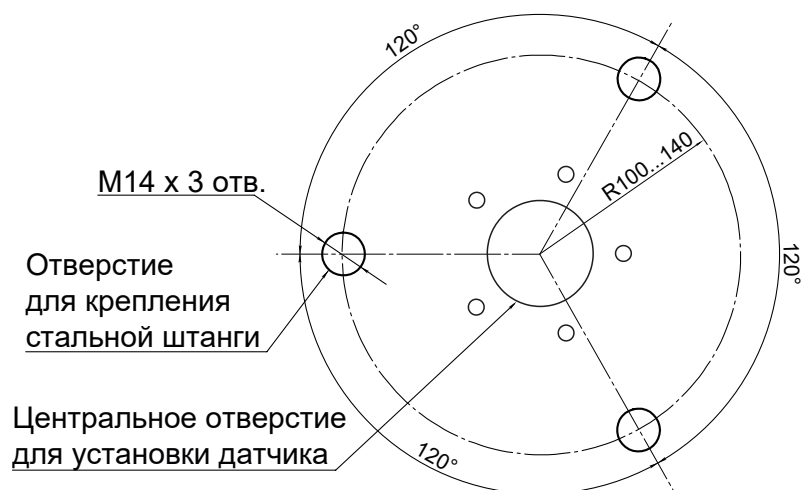

Рис.26. Расположение крепежных отверстий
5. После подготовки отверстий для установки датчика просверлить на съемной крышке 3 отверстия диаметром 14 мм для крепления стальных штанг с резьбой M14. Рекомендуется располагать штанги примерно на одинаковом расстоянии от центра датчика TKLS и друг от друга (Рис.26).